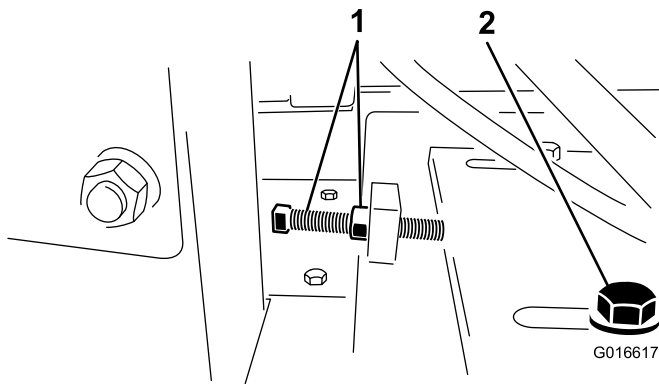

Figure 26
4. Desserrez le boulon de tension et l'écrou de blocage de la courroie (Figure 26).
4. Desserrez le boulon de tension et l'écrou de blocage de la courroie, et faites glisser le moteur vers le carter du volant moteur pour détendre la courroie (Figure 26).